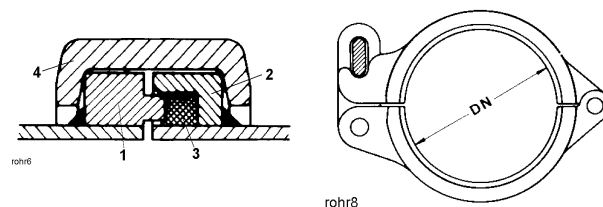

Fig. 2
2. Tubos de distribución con bridas con parte saliente y bridas con ranura para el aro de guarnición para acoplamientos de manguito de sujeción (Fig. 2)
para Figs. 2 + 3